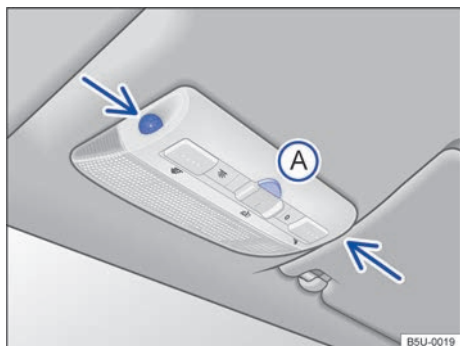

Fig. 30 En la consola del techo: sensores de monitoreo del interior del vehículo y tecla (A) para desconectar el monitoreo del interior del vehículo.
El monitoreo del interior del vehículo dispara la alarma con el vehículo bloqueado, si reconoce movimientos en el interior del vehículo. El sensor y el receptor están ubicados en el conjunto de la luz de lectura ⇒ fig. 30 (flechas).
- Presionar la tecla ⇒ fig. 30 (A). En el panel de instrumentos, la luz de control permanecerá encendida.